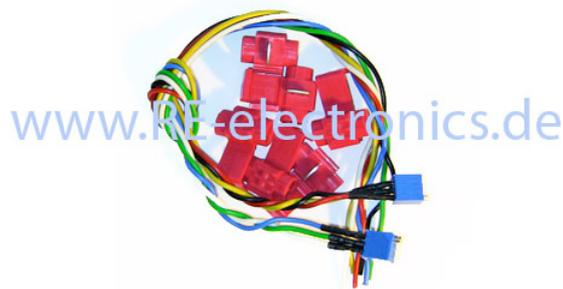

Abbildung 2: EPS Reparatursatz
- Für die Justage verbinden Sie den Reparatursatz (Abbildung 2) an die gleichfarbigen Kabel des Steuergerätes.